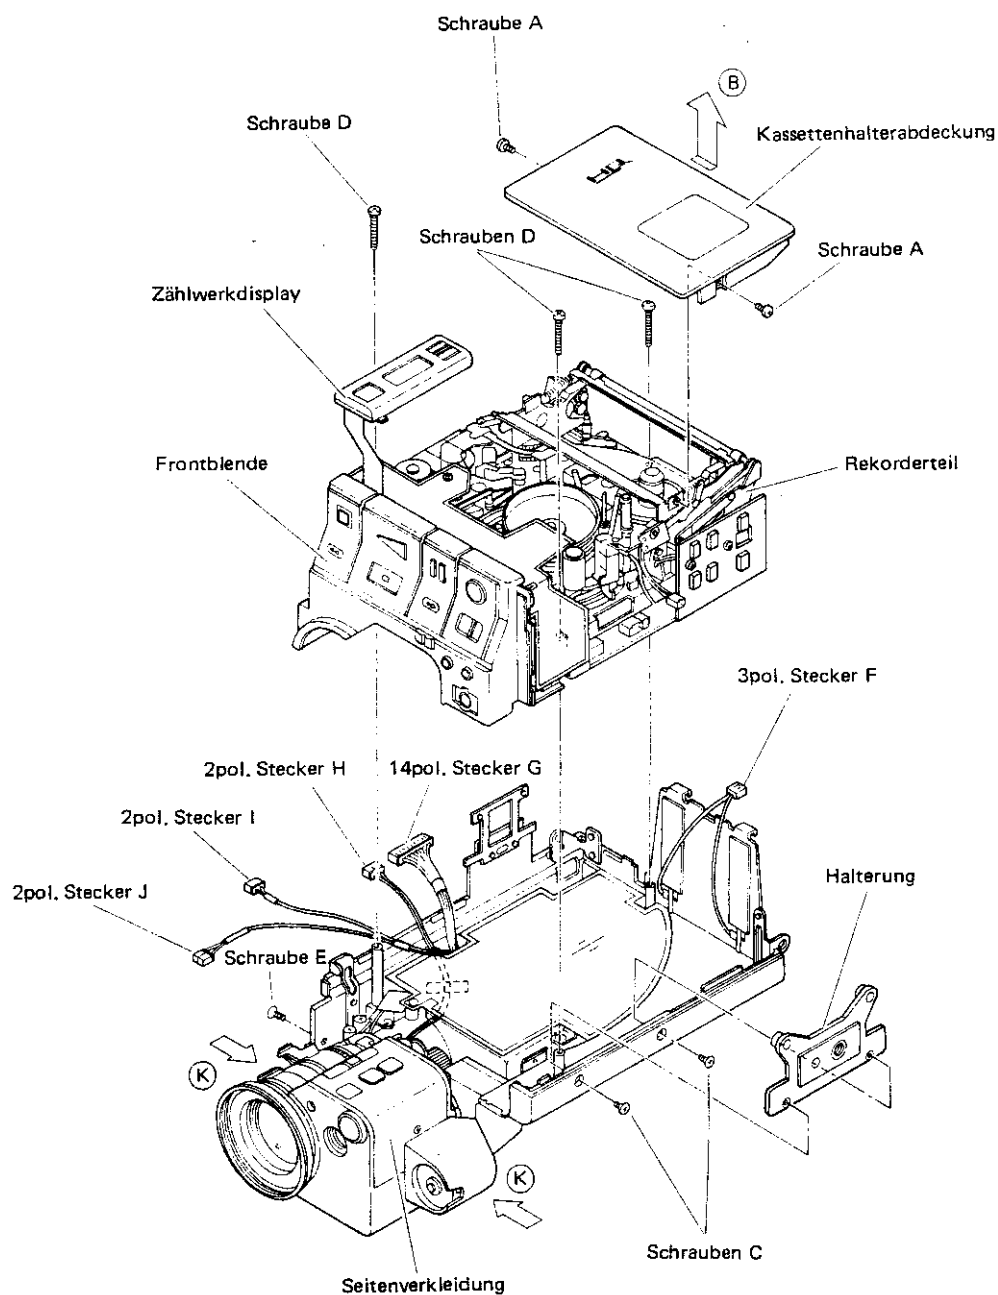

Abb. 1-1-3
1. Unter Bezugnahme auf Abb. 1-1-3 die beiden Schrauben A für die Kassettenthalerabdeckung entfernen. Die Abdeckung in Pfeilrichtung (B) abziehen.
4. Frontblende und Seitenverkleidung sind in einer Kunststofffrille eingerastet. Die Seitenverkleidung zwischen Daumen und Zeigefinger seitlich fassen und vorsichtig in Pfeilrichtung (K) drücken, dann den Rekorderteil leicht anheben, so daß er ausrastet.